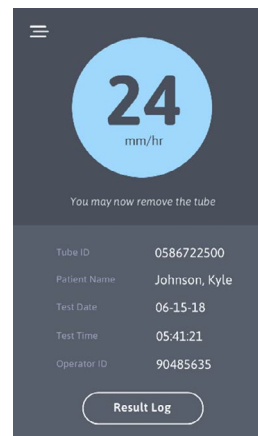

Рисунок 15
5. После завершения анализа пробирка возвращается в загрузочное отверстие для извлечения, а результат испытания отображается на сенсорном экране (Рис. 15).